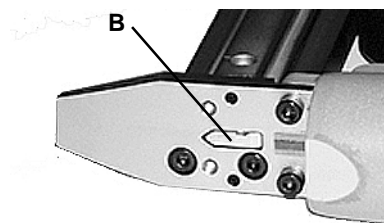

Figure 7
4. Faire sortir la pointe coincée par l'ouverture (**B**) sur la Figure 7. Vous pouvez l'atteindre par l'intérieur du magasin.